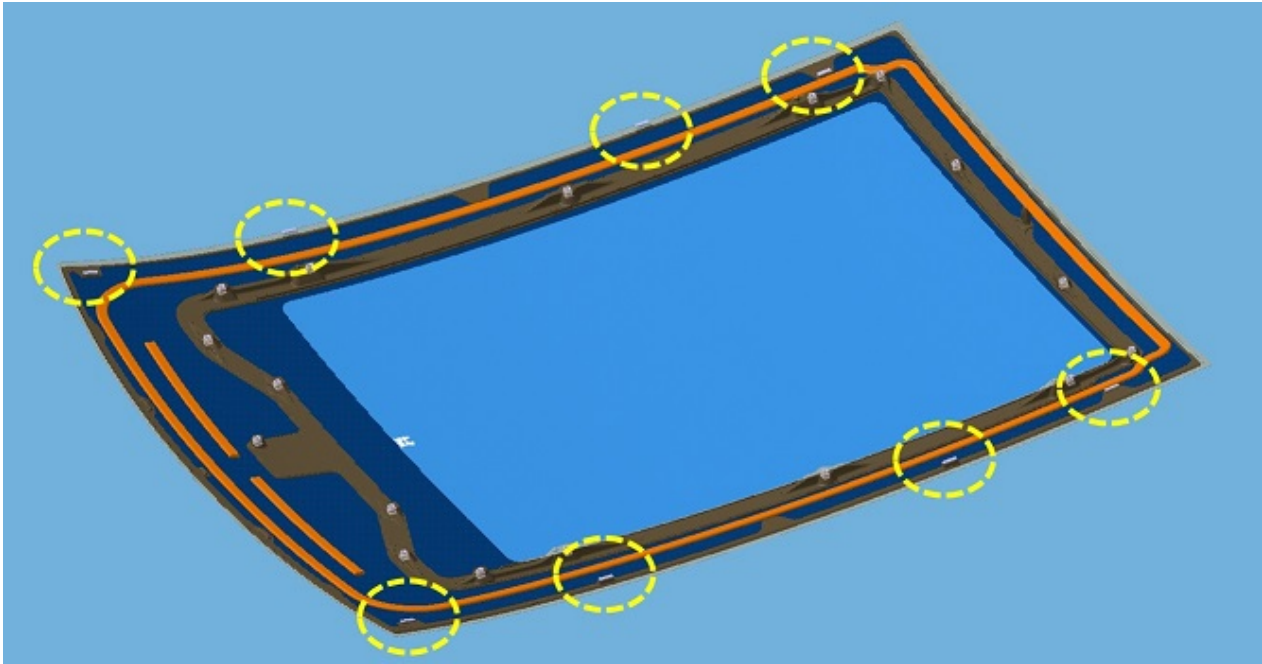

Bild 2) 8 Distanzhalter (Ansicht Dachunterseite, siehe gelbe Kreise)
- Positionsbestimmung/ Markierung aller 8 Distanzhalter (Bild 2, gelbe Kreise) auf der Dachoberseite: